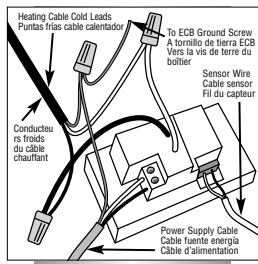
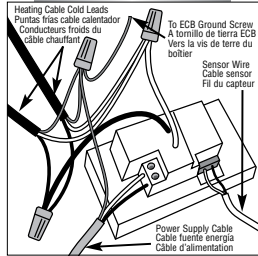

Fig. 5
Fig. 6
- Prepare each heating cable / cold lead for connection / splicing and connect per Figure 5 or Figure 6, as applicable. Use Screwdriver for connection to the Power Supply cables and the sensor wire connections.
- Préparer chaque câble chauffant et chaque conducteur froid en vue de son raccordement ou de son épissure et procéder conformément à la figure 5 ou 6, selon le cas. Utilisez un tournevis pour raccorder les câbles aux câbles d'alimentation et aux connexions du fil du capteur.